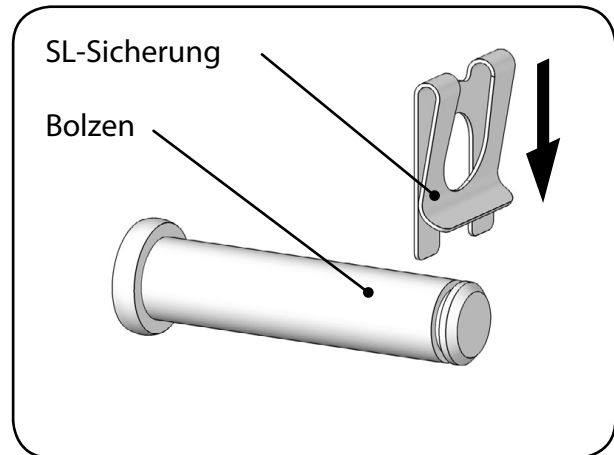

Abb. 6.1.10 - Montage der SL-Sicherung am Bolzen
11. Sichern Sie den Bolzen mit der SL-Sicherung, indem Sie die SL-Sicherung in die Nut am Ende des Bolzens schieben. Dabei gleitet das gebogene Ende der Lasche über die Fasse des Bolzens (Abbildung 6.1.10)